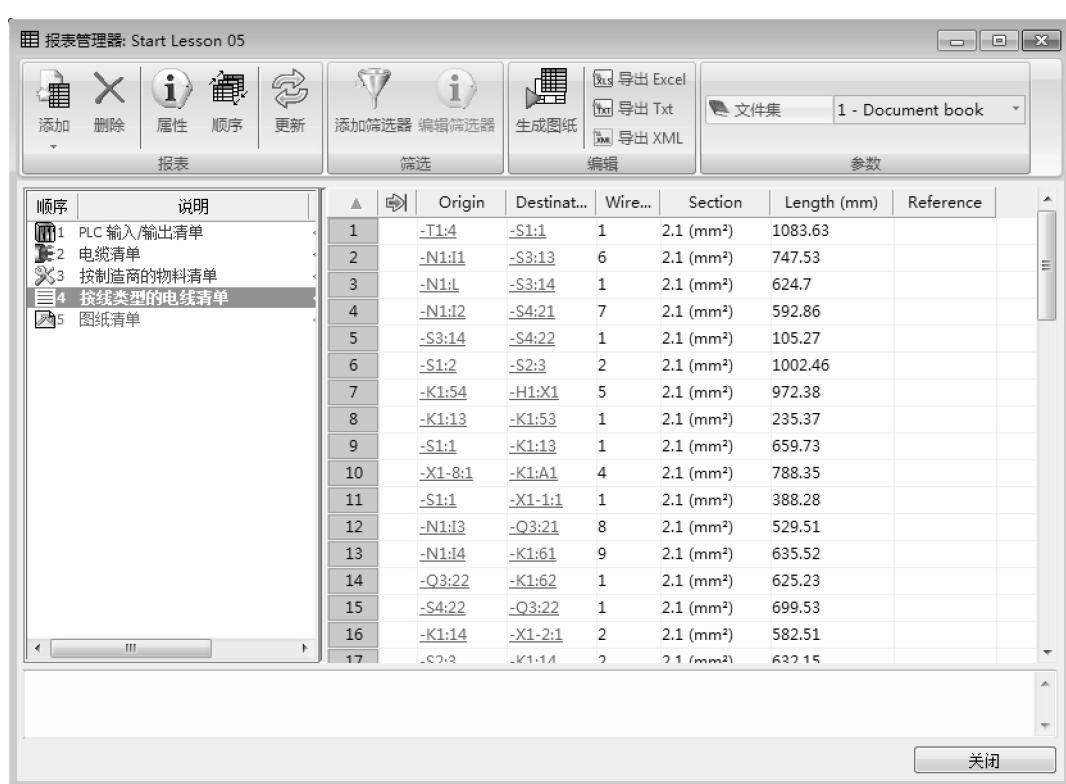

图 14-20 生成报表统计线长
**步骤 17 生成报表统计长度** 单击【工具】/[SOLIDWORKS Electrical]/【工程】/[报表]，选择【按线类型的电线清单】。报表中显示了电线的长度，如图 14-20 所示。